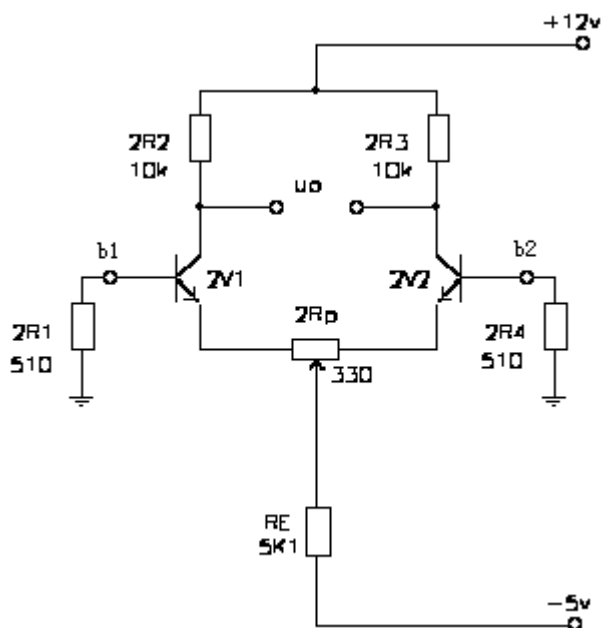

图 7-1 带公共电阻  $R_E$  差动式放大电路
如图 7-1 所示电路为双端输入、双端输出的差动式放大电路。 $2V_1$ 、 $2V_2$ 两参数是相同的，双端输出的零点漂移为零。即输入电压为零时，两管集电极的电位  $V_{C1}=V_{C2}$ ，则输出电压  $u_0=u_{01}-u_{02}=0$ 。但实际上，电路参数不可能做到完全相同，两管集电极电位  $V_{C1}\neq V_{C2}$ ，所以，输出电压  $u_0$  不能为零。但可以通过调节共用发射极电位器  $2R_p$ ，改变两管偏置电路的阻值，使两管集电极电位相等。达到输入电压为零时，输出电压也为零。
- 1、实验电路如图 7-1 所示。
(1)、将图 7-1 中  $b_2$  端接地，组成单端输入差动放大电路，从  $b_1$  端输入直流信号电压  $u_i$ ，分别测量单端输出电压  $u_{o1}$ 、 $u_{o2}$  及双端输出电压  $u_{od}$ ，计算单端及双端输出的电压放大倍数，并与双端输入时的单端及双端差模电压放大倍数进行比较。将结果记入表 7-3 中。